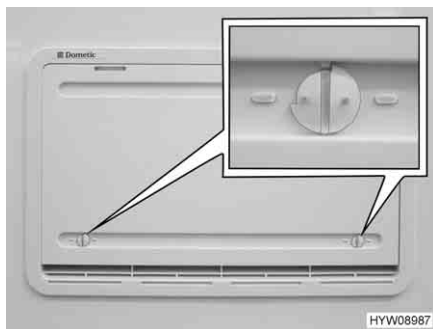

Fig. 177 Copertura invernale
Se il funzionamento del frigorifero avviene a basse temperature esterne, il produttore consiglia l'utilizzo di una copertura invernale (Fig. 177) per la griglia di aerazione del frigorifero.
- Aprire entrambi i bloccaggi (Fig. 177), la scanalatura risulterà orizzontale.